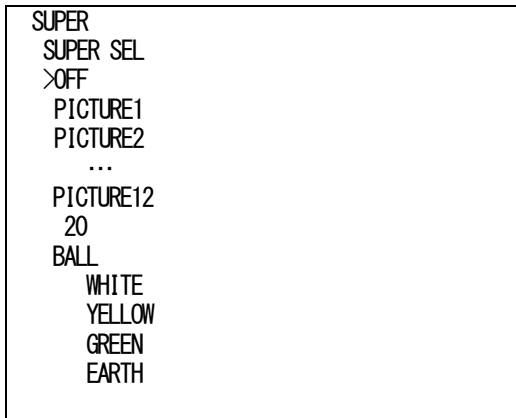

図4-31 オンスクリーンメニュー(SUPER SEL例)
- 1)SUPERメニューで「SUPER SEL[**SPSL**]」を選択し、**ENTER** ボタンを押すと図4-31のような設定メニューが表示されます。